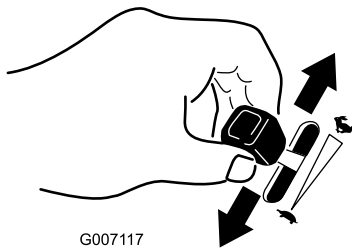

Figura 23
- Mueva la palanca del acelerador a la posición deseada (Figura 23).